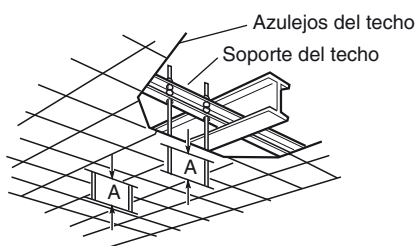

Fig. 3-7
- b) Utilice los soportes de techo existentes o construya un soporte adecuado (Fig. 3-7).